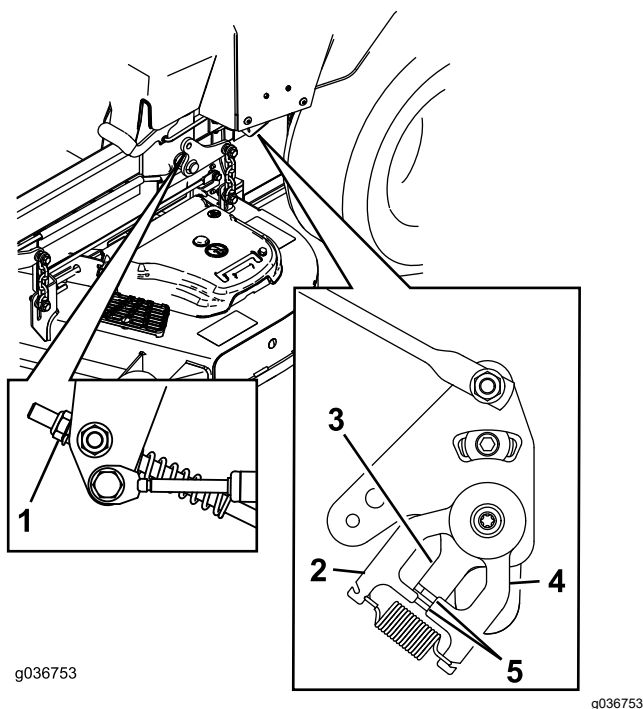

Figure 68
11. Réglez la longueur des tiges de commande des pompes en tournant l'écrou dans le sens voulu jusqu'à ce que les roues tournent légèrement en marche arrière (voir (Figure 68)).